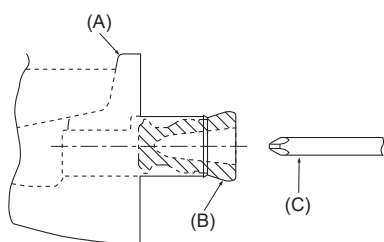

Fig. 5-1
- Para a tubagem da esquerda, introduza o bocal de borracha na porta de drenagem direita. (Fig. 5-1)
- (A) Recipiente de drenagem
- (B) Bujão
- (C) Insira o controlador, etc. na tomada até ao fundo.